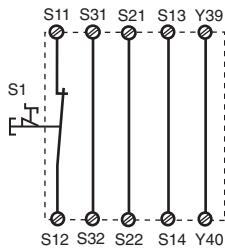

Fig. 2: Circuito de entrada monocanal, automát. rearme/Circuito di entrata monocanale, start automat./Eenkanalig ingangscircuit, automatische start
En las fig. 2... a fig. 10 se presentan ejemplos de conexión posibles; paro de emergencia. Los cortocircuitos a través del paro de emergencia también son detectados.
- Fig. 2 y 7: S33-S34 **no** conectado
In fig. 2 ... fig. 10 sono riportati degli esempi di collegamento per il cablaggio di arresto d'emergenza con start automatico e manuale, per il comando delle porte di sicurezza, nonché per la moltiplicazione dei contatti mediante relè esterni.
- Fig. 2 e 7: **nessun** collegamento S33-S34
In fig. 2 ... 10 worden aansluitvoorbeelden gegeven van noodstopschakelingen met automatische en bewaakte start, hekbewakingen en contactvermeerdering d.m.v. externe magneetschakelaars.
- Fig. 2 en 7: **geen** verbinding S33-S34